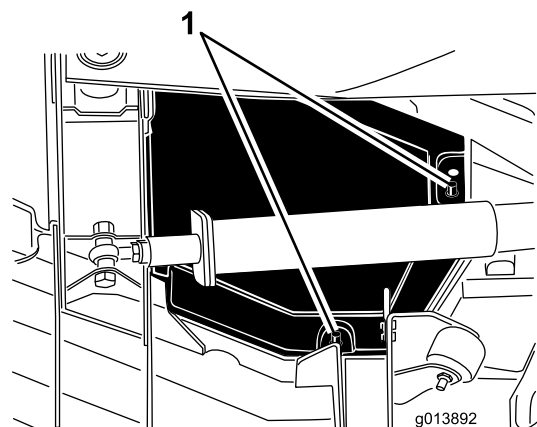

Bild 47
4. Heben Sie die hinteren und inneren Abdeckungskanten von den Befestigungspfosten (Bild 47).